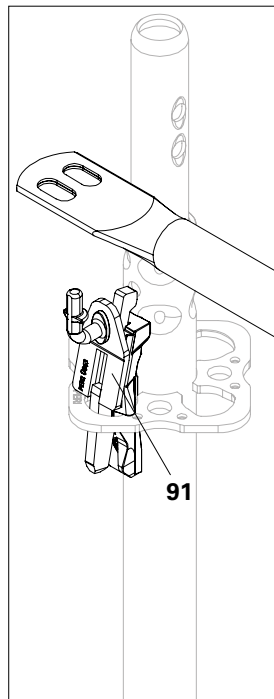

Abb. A11.03a
1. In Rosetten der Vertikalstiele UVR-2 Geländerhalter EPW (**91**) einstecken. Geländerhaken müssen nach innen zu den Belägen zeigen. Keile festschlagen. (Abb. A11.03a)